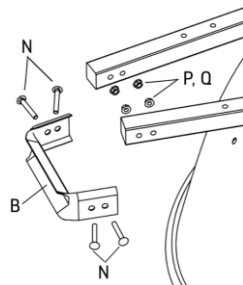

fig. 5
11. Utilisez les boulons de 8 x 40 mm (N) et des rondelles-frein et écrous pour fixer le protège-roue (B) à la partie avant des manches (fig. 5).